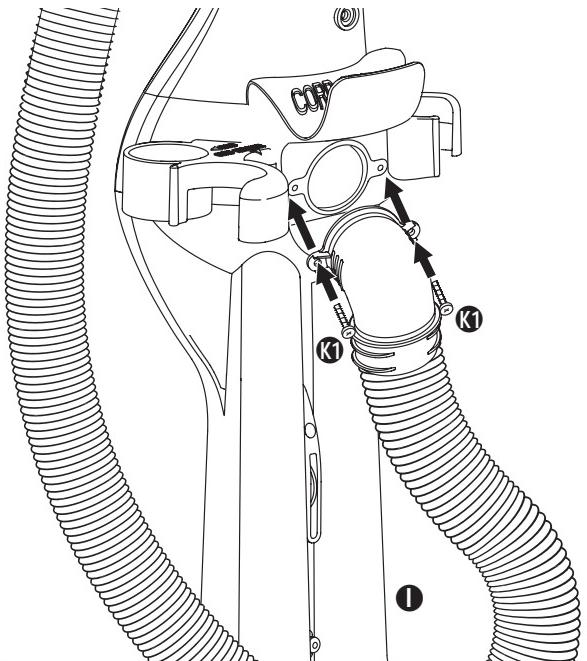

FIG. 4
Step 4: (FIG. 4) Secure the hose assembly **D** to the hose connection on the rear housing **I** with 2 short screws **K1**.
Étape 4. (FIG. 4) Fixez le boyau de raccordement **D** au boîtier arrière **I** avec deux vis courtes **K1**.
Paso 4. (FIG. 4) Fije el conjunto de la manguera **D** a la conexión de la manguera en el alojamiento trasero **I** usando 2 tornillos cortos **K1**.